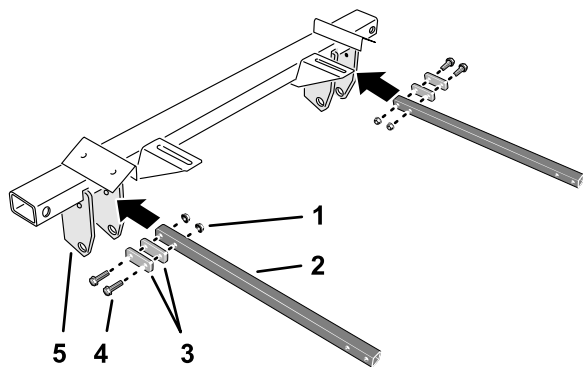

Figura 2
1. Monte sem apertar um reforço de tubo no suporte da dobradiça da travessa traseira com dois espaçadores, dois parafusos de cabeça flangeada ($\frac{3}{8}$ x 2½ pol.) e duas porcas de bloqueio flangeadas ($\frac{3}{8}$ pol.) como se mostra na Figura 2.
2. Monte sem apertar um reforço de tubo no suporte da dobradiça na outra extremidade da travessa traseira (Figura 2) com dois espaçadores, dois parafusos de cabeça flangeada ($\frac{3}{8}$ x 2 $\frac{1}{2}$ pol.) e duas porcas de bloqueio flangeadas ($\frac{3}{8}$ pol.).